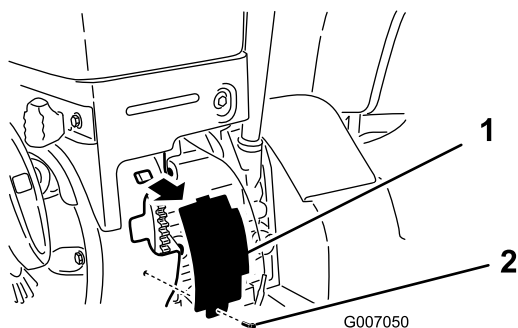

Bild 1
- Entfernen Sie die Sechskantschraube, mit der die Abdeckung befestigt ist (Bild 1).